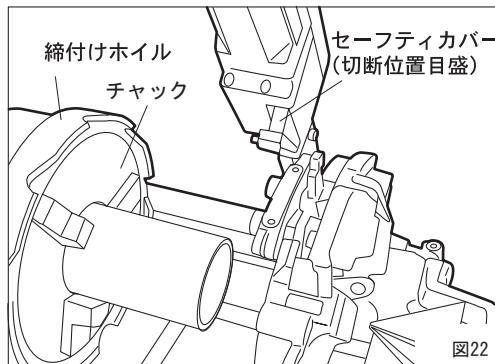

図22
① 切断するパイプは必ずしっかりとチャッキングしてください。
② セーフティカバーの切削位置を切削位置に合わせ、パイプマシンのスイッチをONにしてください。(図22)